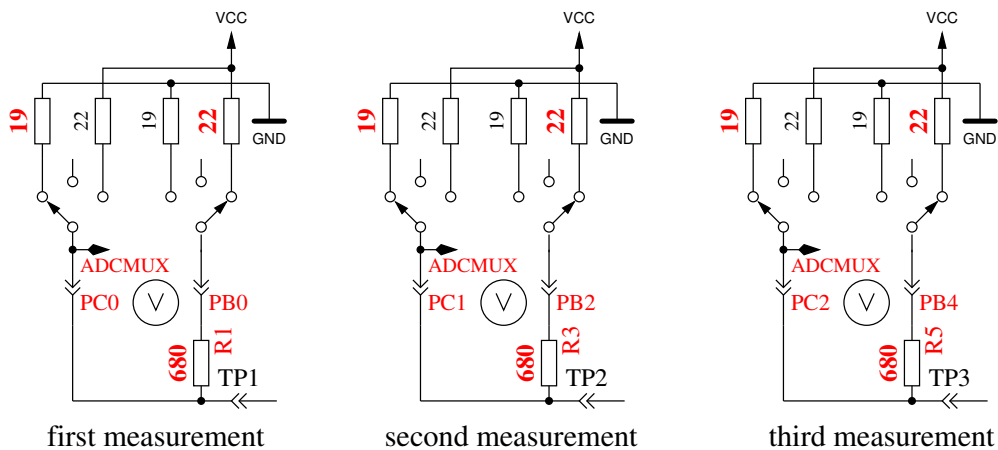

Abbildung 4.27: Messung des Innenwiderstandes von auf GND geschalteten Port C Ausgängen.
5. Dieser Schritt testet die **Fähigkeit von mit GND (-) verbundenen 470kΩ Widerständen (H) die Testpins auf GND zu ziehen**. Zeile 1 zeigt den Text „RH-“. Zeile 2 sollte für alle drei Pinne Null mV anzeigen.
6. Dieser Schritt testet die **Fähigkeit von mit VCC (+) verbundenen 470kΩ Widerständen (H) die Testpins auf VCC zu ziehen**. Zeile 1 zeigt den Text „RH+“. Der bestmögliche mV Wert für die drei Messungen wäre 5001 in Zeile 2. Große Abweichungen vom Idealwert für Schritt 5 und 6 sind Fehler wie Isolations Problem, Flußmittelreste oder beschädigter Port.
7. **Messung des Innenwiderstandes eines auf GND geschalteten Ausganges.** Der Text in der ersten Zeile des LCD ist „Ri.Lo = (mV)“. In der zweiten Zeile des LCDs werden drei Spannungswerte angezeigt. Die internen Port C Widerstände von auf GND (-) geschalteten Ausgängen werden mit dem Strom der nach VCC (+) geschalteten 680Ω Widerstände gemessen, siehe Abbildung 4.27. Es werden nur die drei Pinne des ADC Ports vermessen, die Widerstands-Ports PB0, PB2 und PB4 können nicht ohne Veränderung der Hardware gemessen werden. Es wird angenommen, daß die Port Widerstände von unterschiedlichen Ports nahezu identisch sind. Um die Widerstandswerte zu erhalten, müssen die angezeigten mV Werte durch ungefähr 7 geteilt werden (siehe Schritt 8).